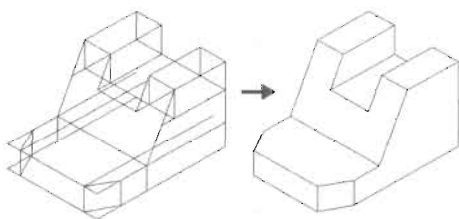
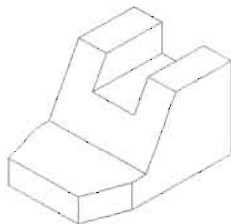

图 11-41
图 11-42
(9) 利用“修剪”功能修剪掉多余的线段, 然后删除不在视线内的线段, 如图 11-41 所示, 此时的整体效果如图 11-42 所示。